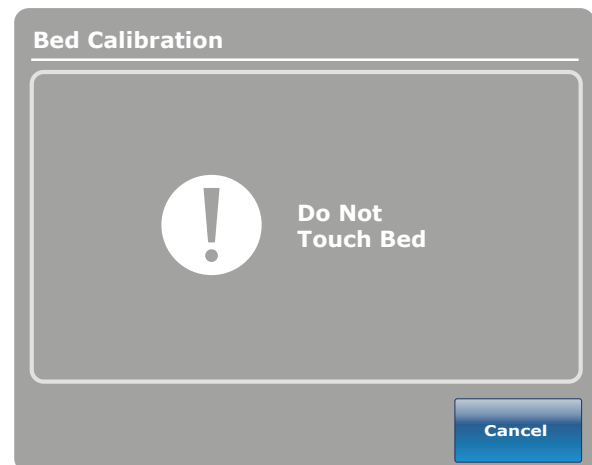

Abbildung 22: Bildschirm „Do Not Touch Bed“ (Bett nicht berühren)
24. Der in Abbildung 22 dargestellte Bildschirm „Do Not Touch Bed“ (Bett nicht berühren) erscheint.